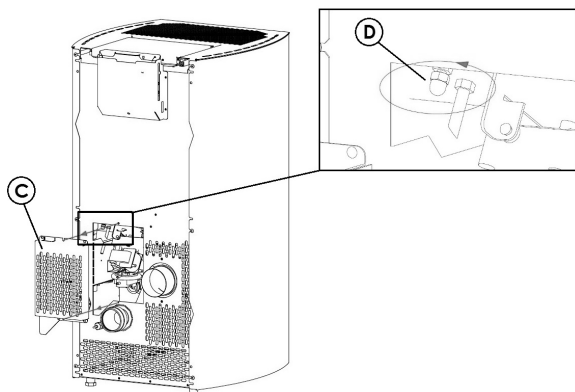

Fig. 27 - Usunięcie obudowy
- Usunąć obudowę kontrolną "C" po tylnej stronie pieca (patrz **Fig. 27**).